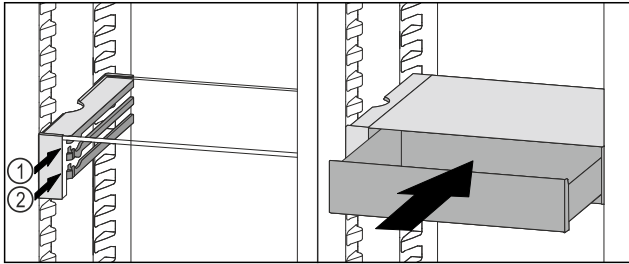

Fig. 87
- ▶ Zásuvku VarioSafe nasadte za záružkami na požadovanom rebre Fig. 87 (1) alebo Fig. 87 (2).